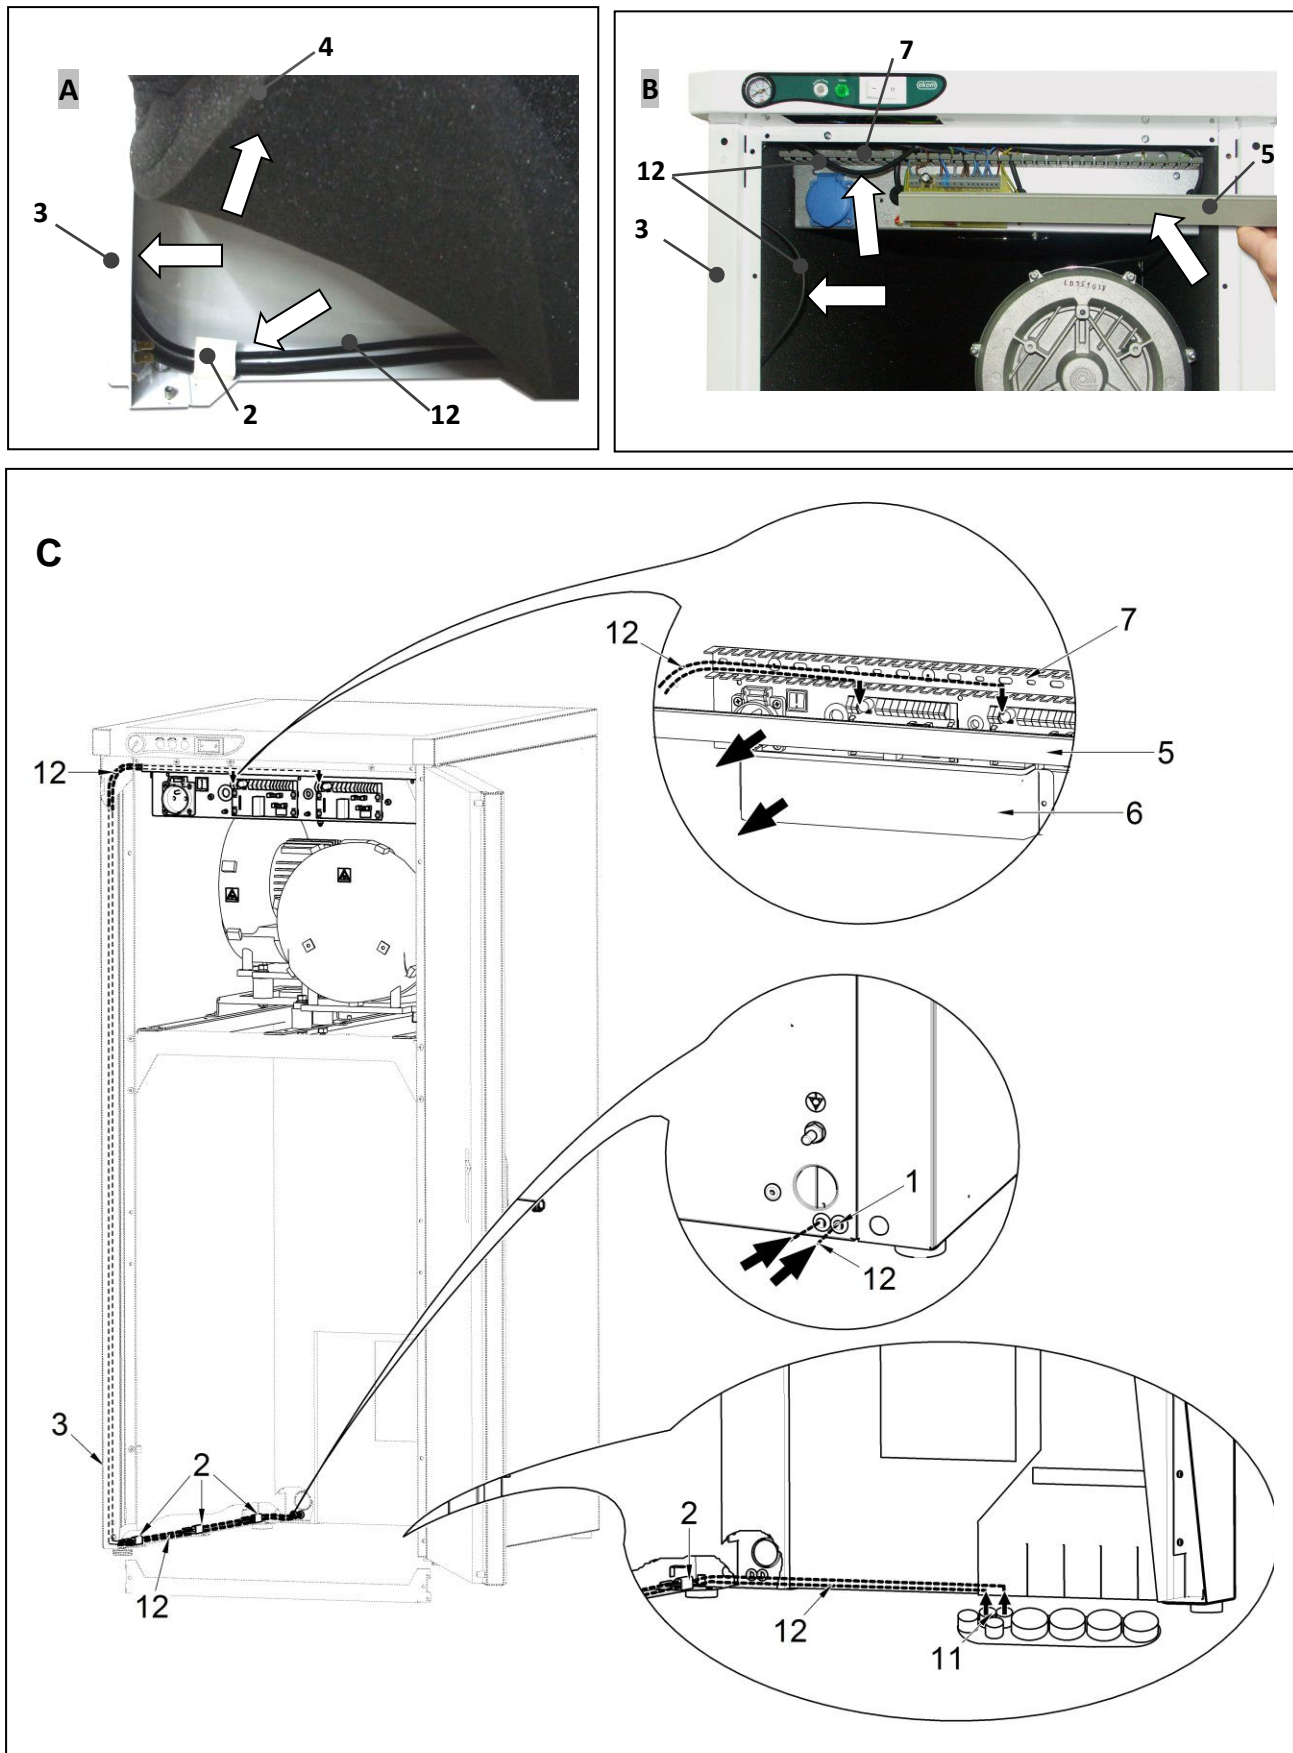

Рис.11
(рис. 11).
- Проверьте подключение шнура системы управления вакуумного устройства (12) (рис. 11).